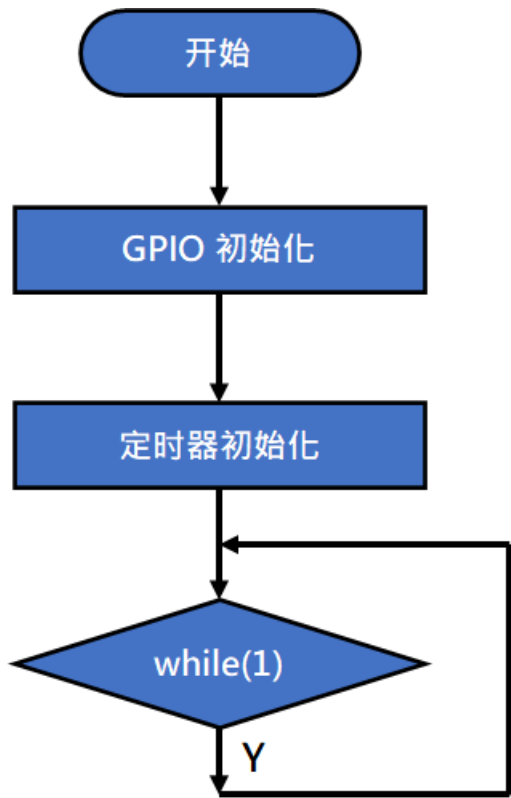

图3.6 Timer 中断主程序流程图
在主程序中，程序开始时，先配置 LED GPIO 输出使能，并将默认输出值设为 0，再对定时器进行初始化，屏蔽定时器中断，设置 1s 的中断间隔，打开定时器中断和全局中断，接着使用 while(1) 语句使程序无限循环，如图 3.6 所示。